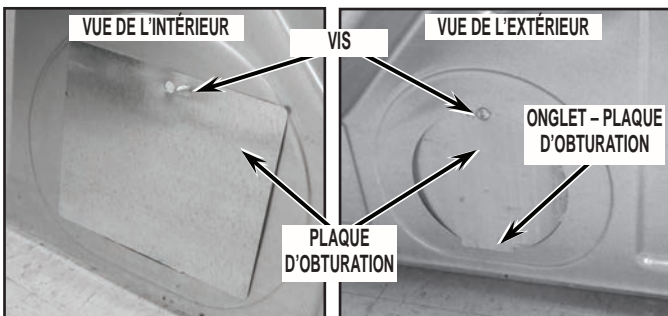

FIGURE 20
22. Obturer le trou de diamètre 4" où le conduit de décharge traversait le panneau arrière – utiliser la plaque d'obturation métallique fournie avec l'ensemble. Utiliser la vis fournie dans l'ensemble pour assujettir la plaque d'obturation. Installer la plaque d'obturation depuis l'intérieur du panneau arrière de la sècheuse; l'onglet de la plaque doit être positionné comme on le voit à la *Figure 20*.